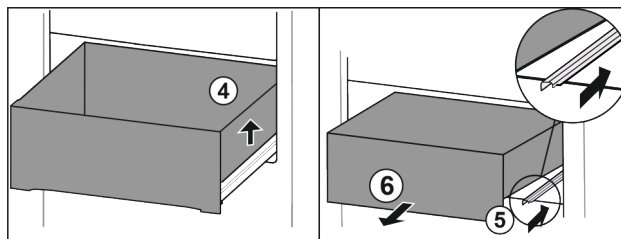

Fig. 15
- ▶ Unieść szufladę po prawej Fig. 15 (4).
- ▶ Wsunąć prawą szynę Fig. 15 (5).
- ▶ Wyjąć szufladę do przodu Fig. 15 (6).